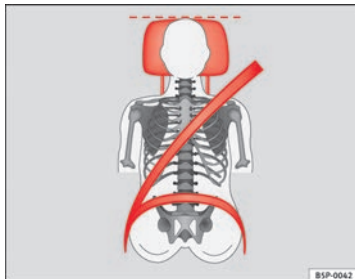
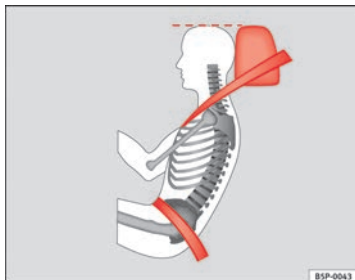

Fig. 3 Poggiatesta posizionato correttamente, vista frontale
Fig. 4 Poggiatesta posizionato correttamente, vista laterale
- Regolare il poggiatesta portando il suo bordo superiore alla stessa altezza della parte superiore della testa, se possibile, almeno all'altezza degli occhi → fig. 3 e → fig. 4.